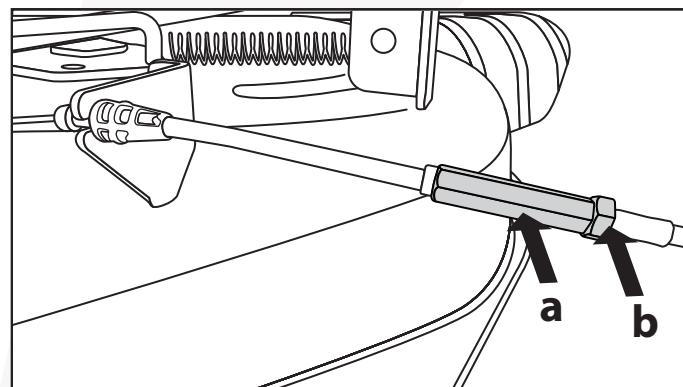

Fig.30
- El cable de cubierta viene ajustado de fábrica sin que se vean las rosas expuestas detrás de la contratuerca (b). (Fig.30)